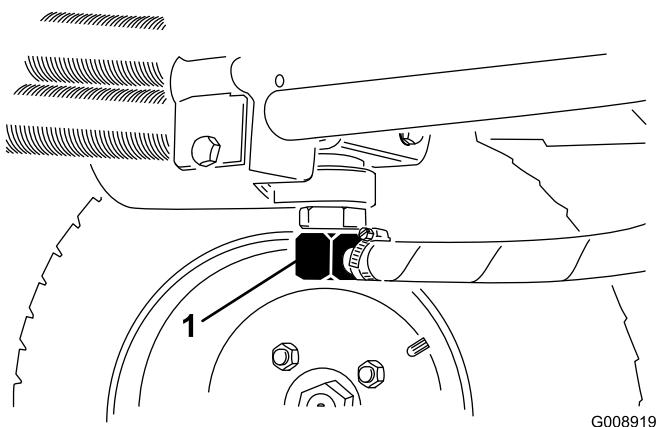

Figura 62
2. Desconecte el tubo hidráulico (Figura 62) o retire el filtro hidráulico (Figura 61) y deje fluir el aceite hidráulico en un recipiente apropiado. Vuelva a colocar el tubo cuando el aceite hidráulico se haya drenado.